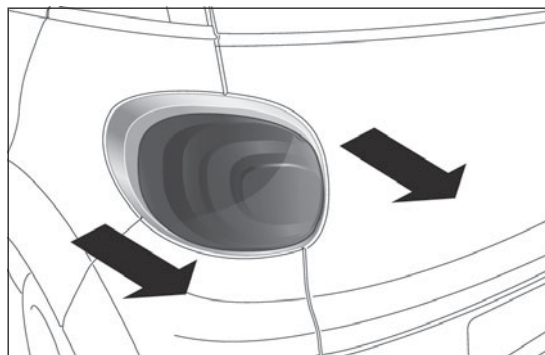

fig. 184
- ☐ retirar el grupo óptico extrayéndolo con las dos manos en el sentido que indican las flechas fig. 184;